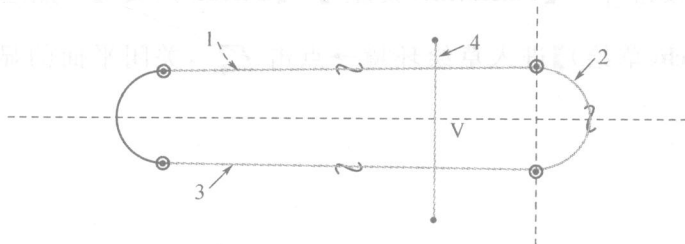

图 7-4
① 点击拉伸按钮 →【Placement(放置)】→【Define(定义)】→点选“FRONT”作为草图平面→【Sketch(草绘)】进入草绘环境→点击 ，关闭平面的显示→点击 按钮→点选图 7-4 所示的 1,2,3 处以引用其作为草图图元→绘制图示直线 4。